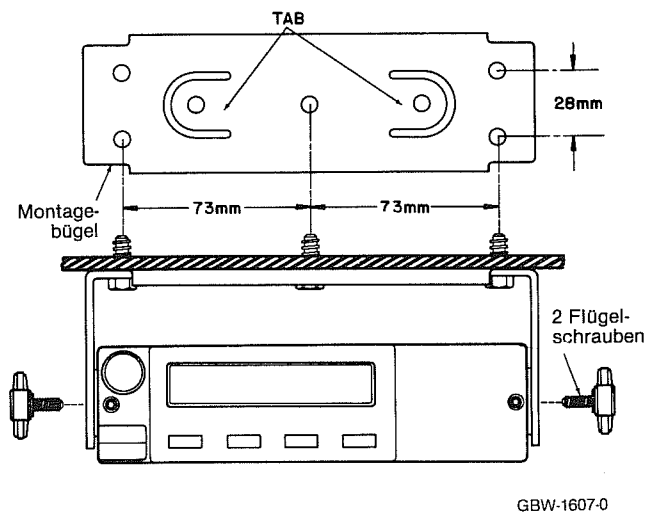

Abbildung 4
- (1) Das Funkgerät durch Lösen der beiden Flügelschrauben (siehe Abbildung 4) von dem Aufhängebügel trennen.
- (2) Mit dem Bügel als Bohrschablone die Bohrungen an vorgesehener Einbaustelle markieren. Die drei Innenlöcher sind für die Montage auf gewölbter Fläche gedacht, während das mittlere Loch sowie die vier außenliegenden Löcher für die Montage auf planem Untergrund vorgesehen sind.
- (3) Nach Körnung der markierten Stellen die Löcher mit 4 mm Durchmesser bohren.
- (4) Den Befestigungsbügel mit Hilfe der mitgelieferten Blehschrauben befestigen.
- (5) Das Funkgerät in den Befestigungsbügel einhängen und die Flügelschrauben anziehen.